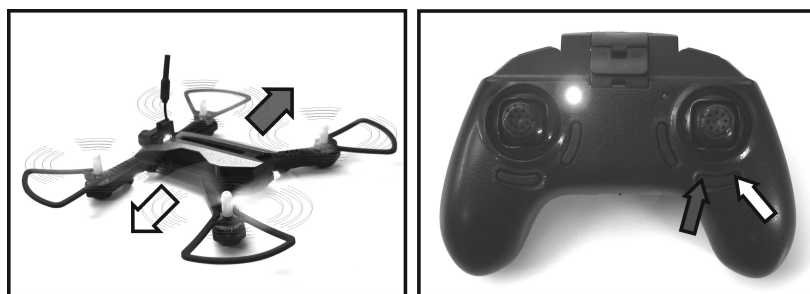

Figure 12
Si le quadricoptère tend à dériver latéralement vers la droite (voir la flèche sombre sur la Figure 12), appuyez plusieurs fois sur le bouton de trim gauche pour la fonction de roulis (voir aussi Figure 1, pos. 5).
Si le quadricoptère dérive vers la gauche, appuyez sur le bouton de trim droit pour activer la fonction roulis (voir la flèche claire sur la Figure 12).